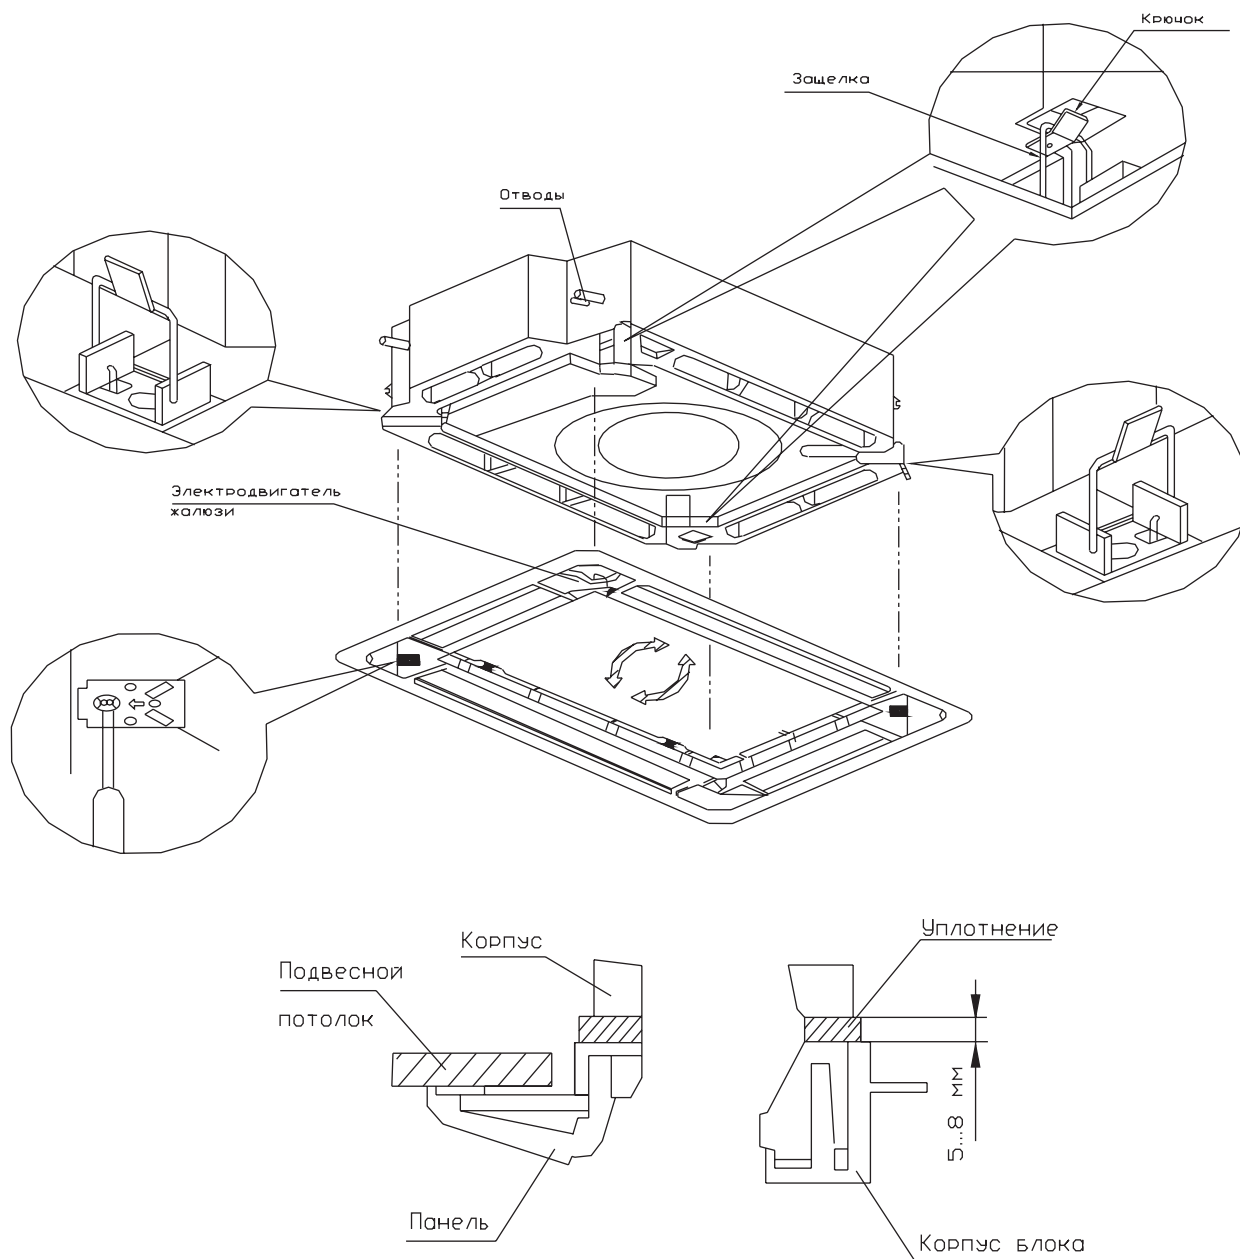

Рис. 10.20 — Установка панели
- Установите панель на корпус внутреннего блока, при этом электродвигатель поворотных жалюзи должен быть напротив отводов соединительного межблочного трубопровода внутреннего блока (см. рисунок 10.20).
- Затягивайте винты до тех пор, пока толщина уплотнительного материала между панелью и внутренним блоком не уменьшится до 5–8 мм (рис. 10.20).